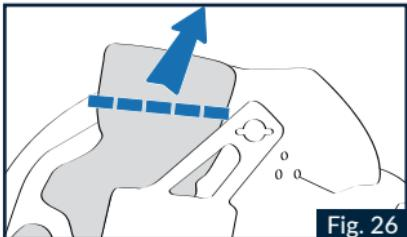

Fig. 26
1.3 Détacher la partie supérieure de la mousse intérieure pré découpée (Fig.26) et repositionner correctement le reste de la mousse dans la mousse de joue.
2.3 Insérer correctement la partie de rembourrage préalablement retirée dans la housse de revêtement en tissu de la mousse de joue (Fig.26).